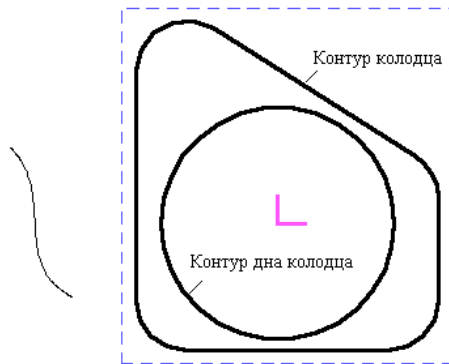

Рисунок 4.25 – Контур деталі
4. Натисніть кнопку «Контур». Вкажіть поточний контур колодязя – «Контур 1» і натисніть <Esc> або середню кнопку миші (рис. 4.25).